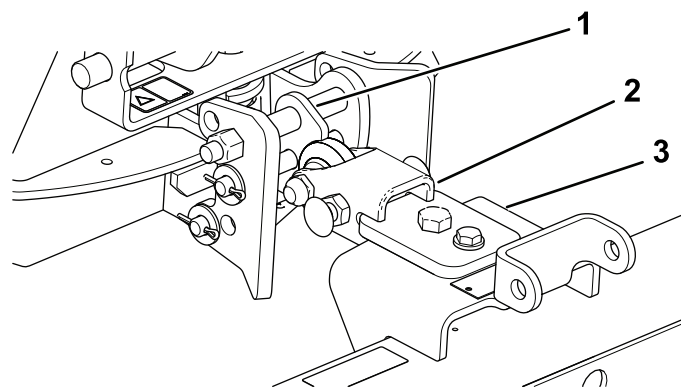

图15
1. 安装挂钩组件使斜面处于顶部图15。
2. 将牵引杆安装到吊架组件的顶面图15。